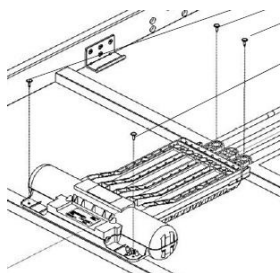

Abb. 1 / Fig1
- d) Lösen Sie die 4 Schrauben mit denen der Motor an den Lattenroststreben angeschraubt ist, wie gezeigt (Abb.1). / *Desserter les 4 vis à l'aide desquelles le moteur est vissé sur les montants du caisson de sommier à lattes comme indiqué (fig.1).*